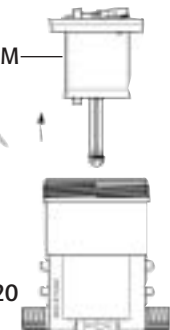

Fig. 20
- Uscire il pistone motore (Fig. 20-M) tirando verso l'alto.